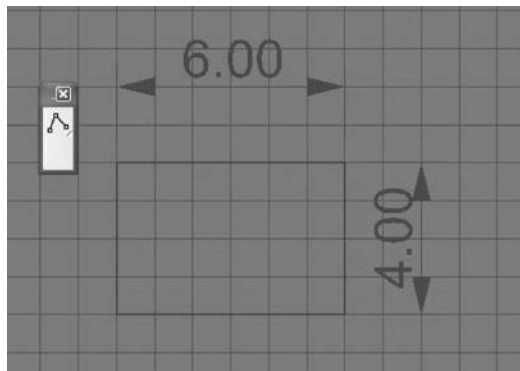

图 8-12 在顶视图视窗使用多义线绘制矩形
(1)在顶视图视窗内使用多义线绘制工具绘制一个 $6\text{ m} \times 4\text{ m}$ 的矩形,如图 8-12 所示。